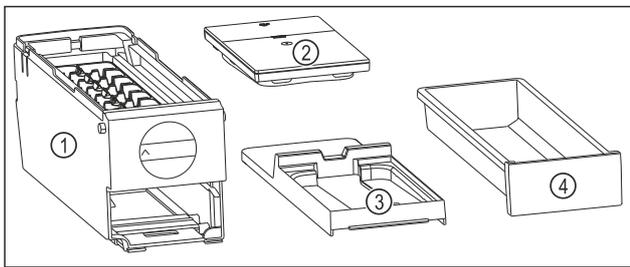

Fig. 78 Componentes del EasyTwist-Ice
- ▷ El EasyTwist-Ice está desmontado en cuatro piezas. (consulte Fig. 78)
- ▶ Desmontar el EasyTwist-Ice solo en los componentes mostrados. (consulte Fig. 78)
- ▶ Limpiar el cuerpo del EasyTwist-Ice Fig. 78 (1) en su totalidad.